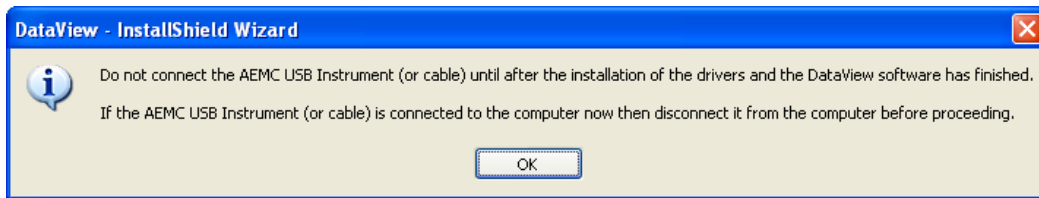

Abb. 1-3
10. Wenn das gewählte Gerät wie hier einen USB-Anschluss benötigt, erscheint eventuell ein Informationsfenster (siehe Abb. 1-3).